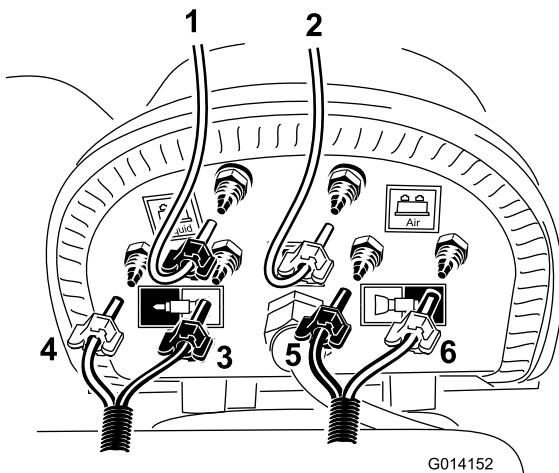

Figura 22
Nota: Instale o tubo transparente no dentado **azul** ou de água no compressor como se mostra em Figura 22. Utilize um grampo de tubo azul para prender ambos os tubos. A bainha da tubagem vai exigir maior divisão para acomodar o comprimento do depósito.
- B. Localize o tubo curto, previamente cortado, e instale o tubo transparente no dentado restante na tampa preta do depósito como se mostra em Figura 22.
- D. Localize o tubo de espuma localizado para a rampa esquerda e instale os tubos azul e branco nos locais mostrados em Figura 22.
- E. Localize o tubo de espuma localizado para a rampa direita e instale os tubos azul e branco nos locais mostrados em Figura 22.